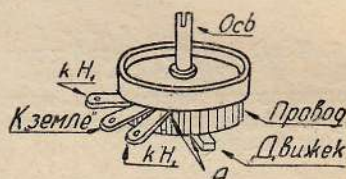

Рис. 9. Потенциометр «средней точки» А — место, где часто бывает плохой контакт
- в) плохой контакт в потенциометре «средней точки» в усилителе УЗК-9 между движком потенциометра и проводом сопротивления потенциометра (рис. 9);